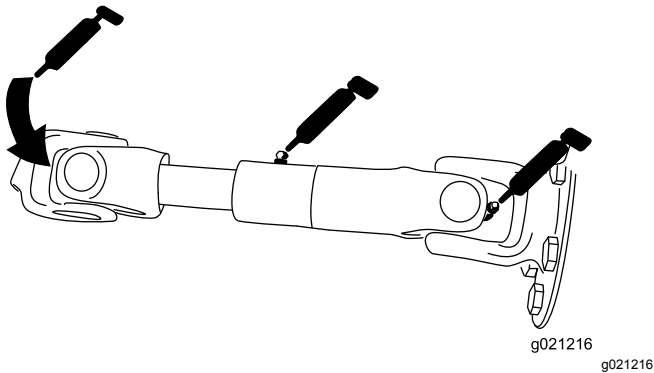

Figura 75
- Albero di trasmissione della pompa (3) (Figura 75)